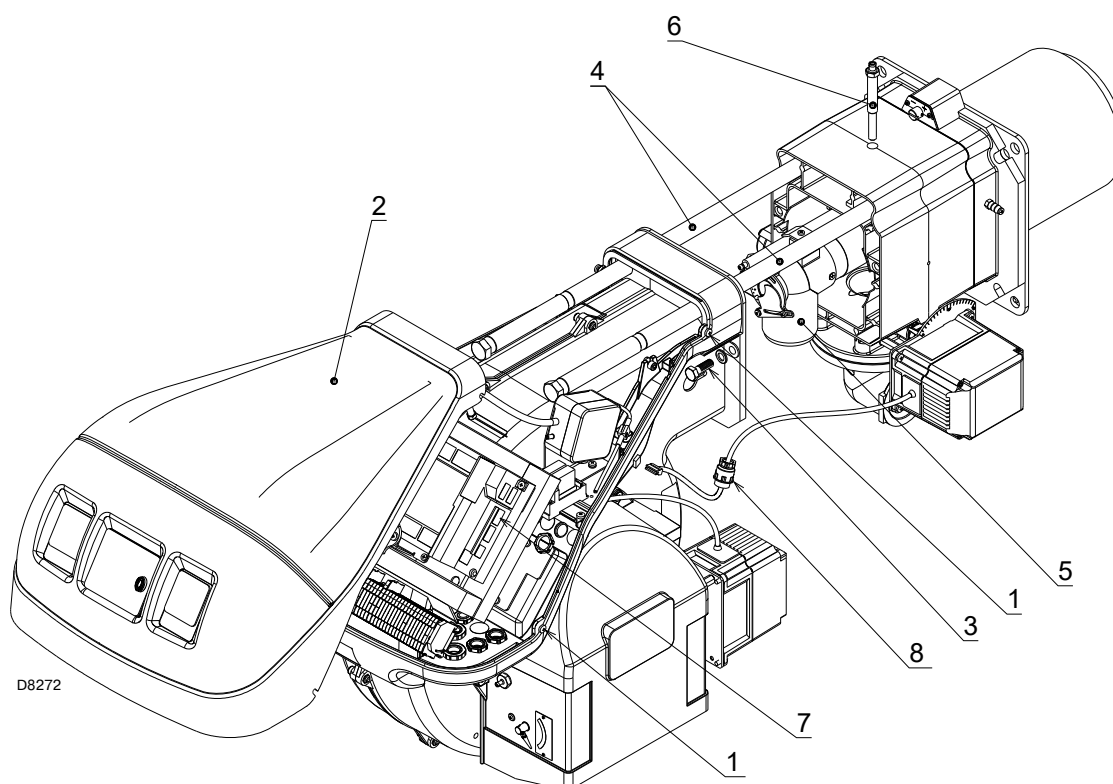

Рис. 37
- Ослабить 4 винта 1) (Рис. 37) и снять кожух 2).
- Подсоединить вилку серводвигателя 7)(Рис. 37) и закрутить кабельный зажим 8).